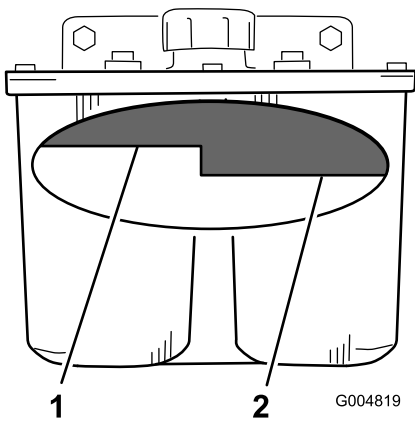

Figura 61
2. Limpie alrededor del cuello de llenado del depósito de aceite hidráulico (Figura 61).
3. Retire el tapón del cuello de llenado. Mire dentro para ver si hay aceite en el depósito (Figura 61).
Nota: El nivel de aceite debe llegar a la parte superior del nivel caliente del tabique cuando el aceite está caliente (Figura 61).